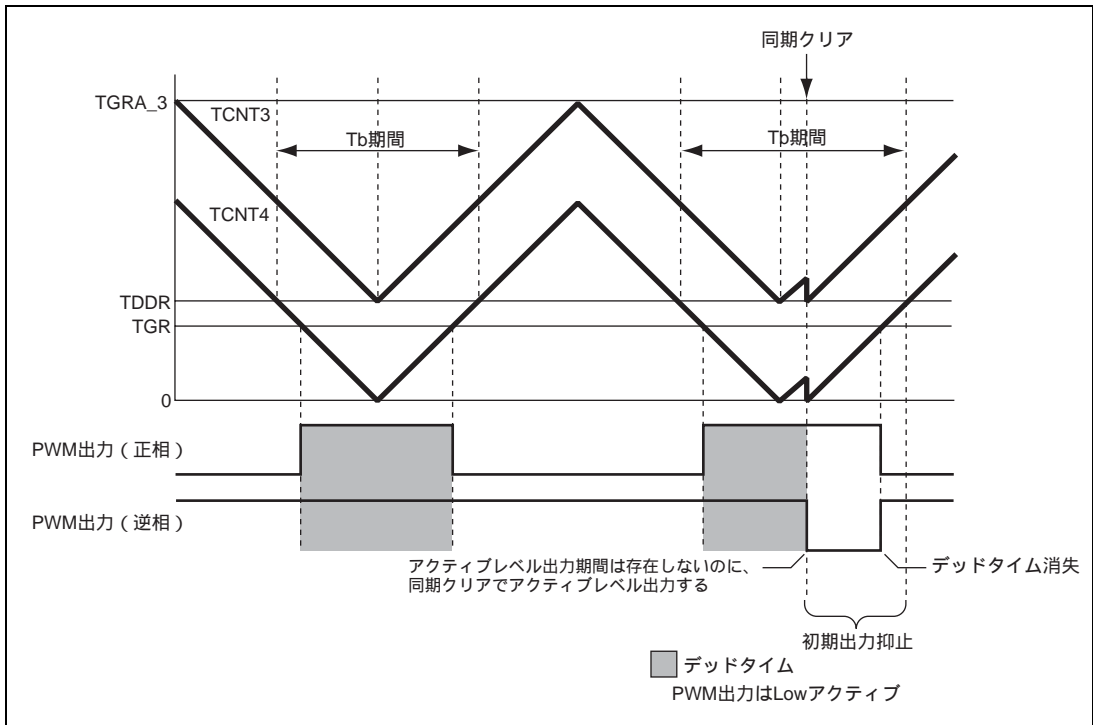

図 12.126 条件 (2) の同期クリア例
条件(2) 初期出力の抑止期間、にて、TGRB_3 TDDR、TGRA_4 TDDR、TGRB_4 TDDR のいずれかが成立する状態で、同期クリアする(図 12.126)。